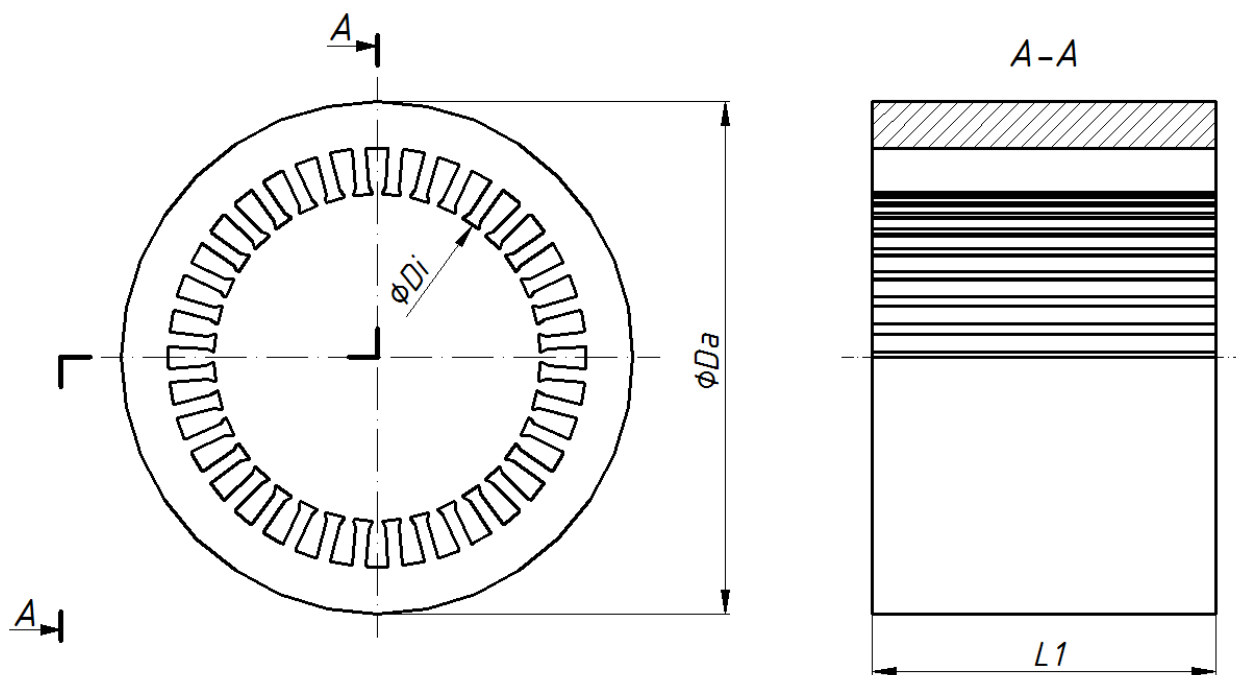
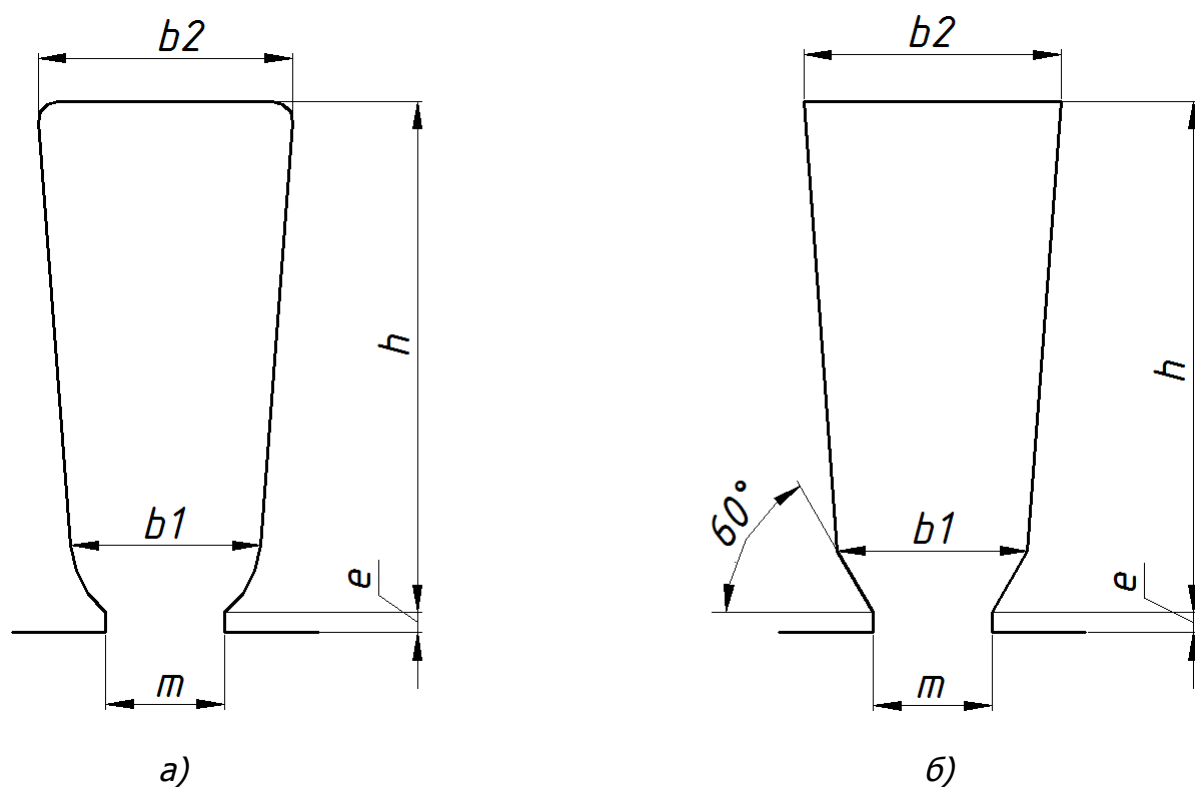

Рис. 33
Рис. 34
2. За допомогою графічного пакету SolidWorks та згідно з інструкціями, які викладені в розділі «Робота з графічним пакетом SolidWorks» виконати конструювання пакету статора асинхронної машини, зразок якого зображено на рис.33.
1. На рис.33 наведена конструкція пакету статора, який є типовим для асинхронних машин з короткозамкненим ротором серії 4А з висотою осі обертання до 250 мм. На рис.34 (а, б) наведені ескізи пазів статора, що відповідають різним варіантам завдань. Розміри пакету статора та відповідних пазів наведені в табл.8.1. Крім того, в таблиці подана кількість пазів статора z_1 .